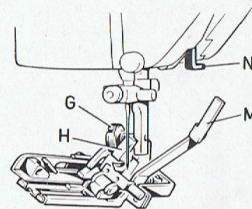

Abb. 68
Es wird der Spezial-Knopfloch Nähfuß (Abb. 68) eingesetzt.
- Der Nähfuß wird von der Seite her, und zwar von links nach rechts (von der nähenden Person aus gesehen) mit seiner Gabel « H » schräg (Abb. 68) unter den Schaft der Schraube « G » geschoben.
- Während dieser Arbeit muss der Hebel « M » senkrecht stehen, damit er sich nach Einsetzen des Nähfußes vor dem Hebel « N » befindet (Abb. 68).